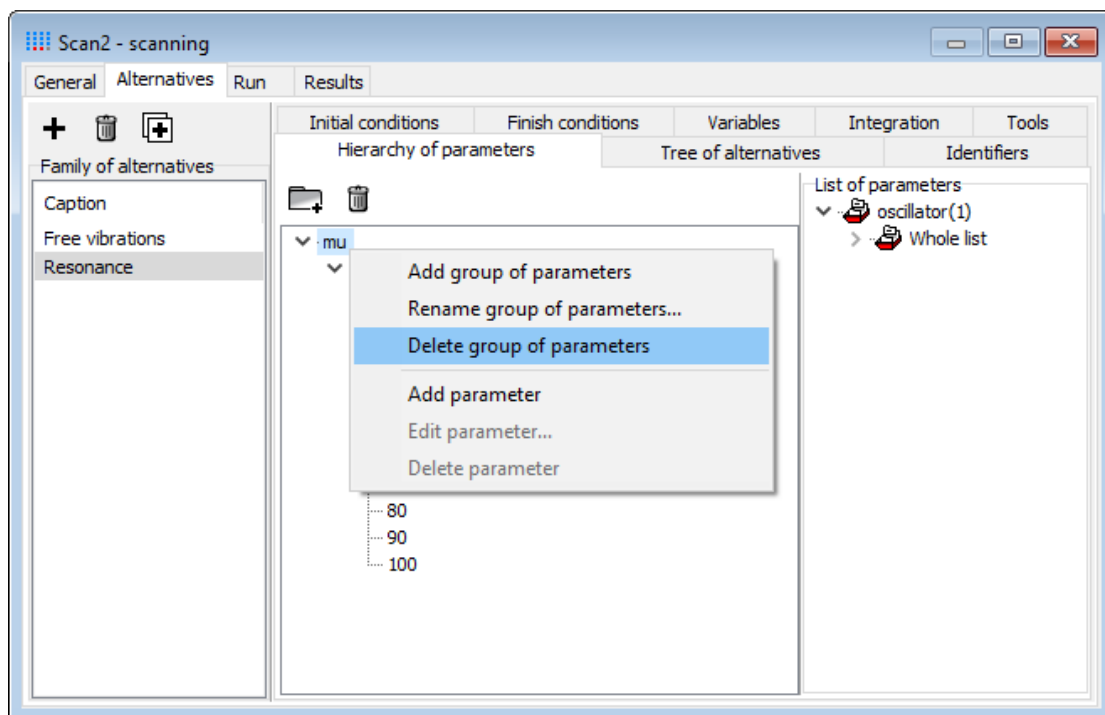

图 2.9 删除参数组
2. 选中 **mu** 参数组，点右键，选择 **Delete group of parameters**，如图 2.9 所示。